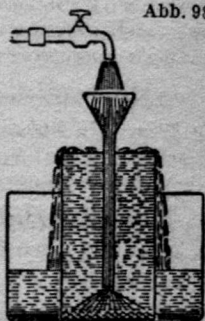

Abb. 98
**Beobachtung:** Bringe den Rest des zu untersuchenden Bodens aus den vorhergehenden Versuchen zusammen mit Wasser in ein großes Gefäß! Vermenge Erde und Wasser im ersten Gefäß durch kräftiges Umrühren! Stecke in das erdhaltige Wasser ein Trichterrohr und gieße solange Wasser ein, bis es klar überläuft (s. Abb. 98)! Die leichteren Bestandteile werden in das äußere Gefäß geschwemmt. Der schwerere Sand bleibt zurück. Filtriere die Erdbestandteile in beiden Gefäßen einzeln ab, trockne und wiege sie!